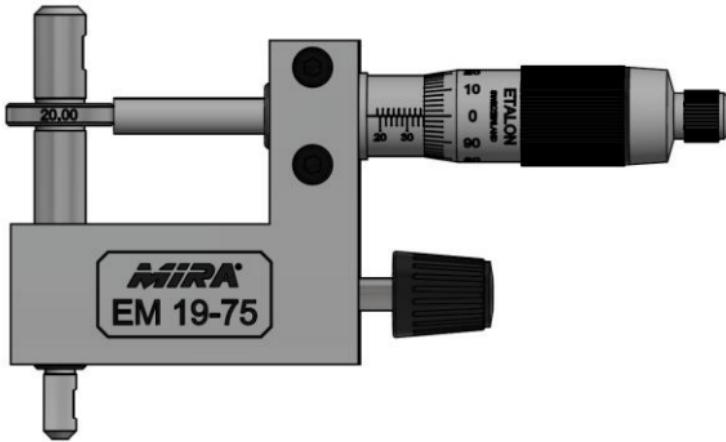

Fig. 7
Mit dem mitgelieferten Kontrolldorn kann die Grundeinstellung des Mikrometers geprüft werden. Setzen Sie den Kontrolldorn ein und schrauben Sie ihn fest. Drehen Sie die Messschraube auf den Kontrolldorn **Ø20,00mm**. (Fig 7) Prüfen Sie das abgelesene Mass: Zeigt es nicht **20,00mm**, muss der Mikrometer frisch eingestellt werden.
*By means of the included gauge, the zero setting of the micrometer can be checked. Insert the calibration gauge and tighten it. Screw the micrometer onto the calibration gauge **Ø20,00mm**. (Fig. 7) Read the measure on the scale: If it doesn't indicate **20,00mm**, the micrometer needs to be re-adjusted.*